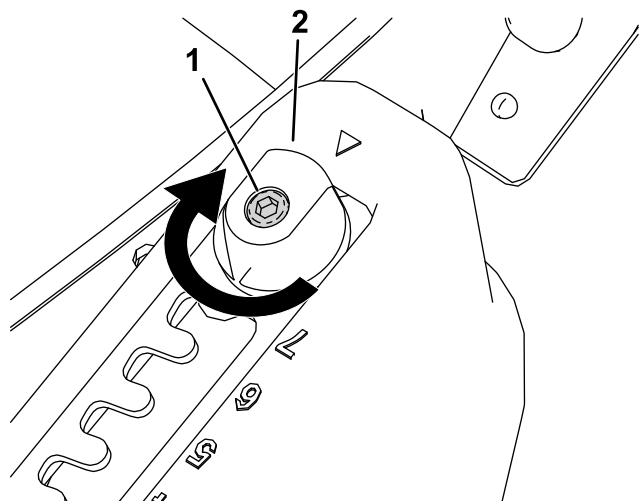
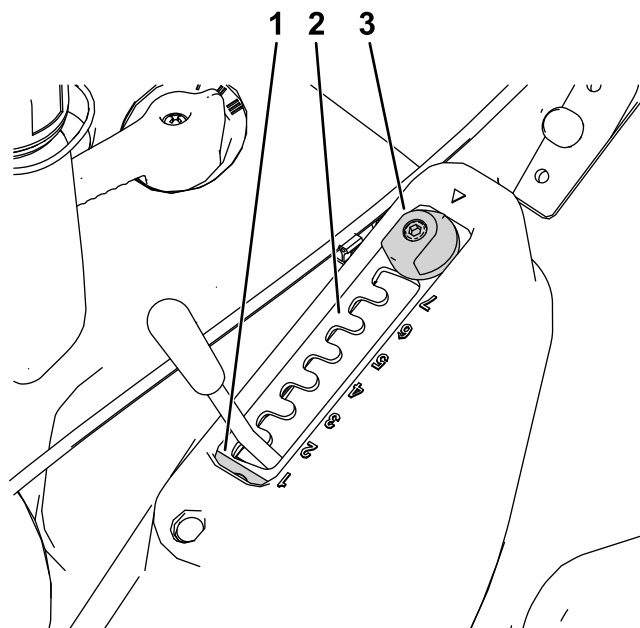

Figura 12
Figura 13
- Afloje el perno de retención de la placa selectora con una llave Allen (Figura 12).
- Gire el ajustador de MatchCut 180° (Figura 12 y Figura 13).